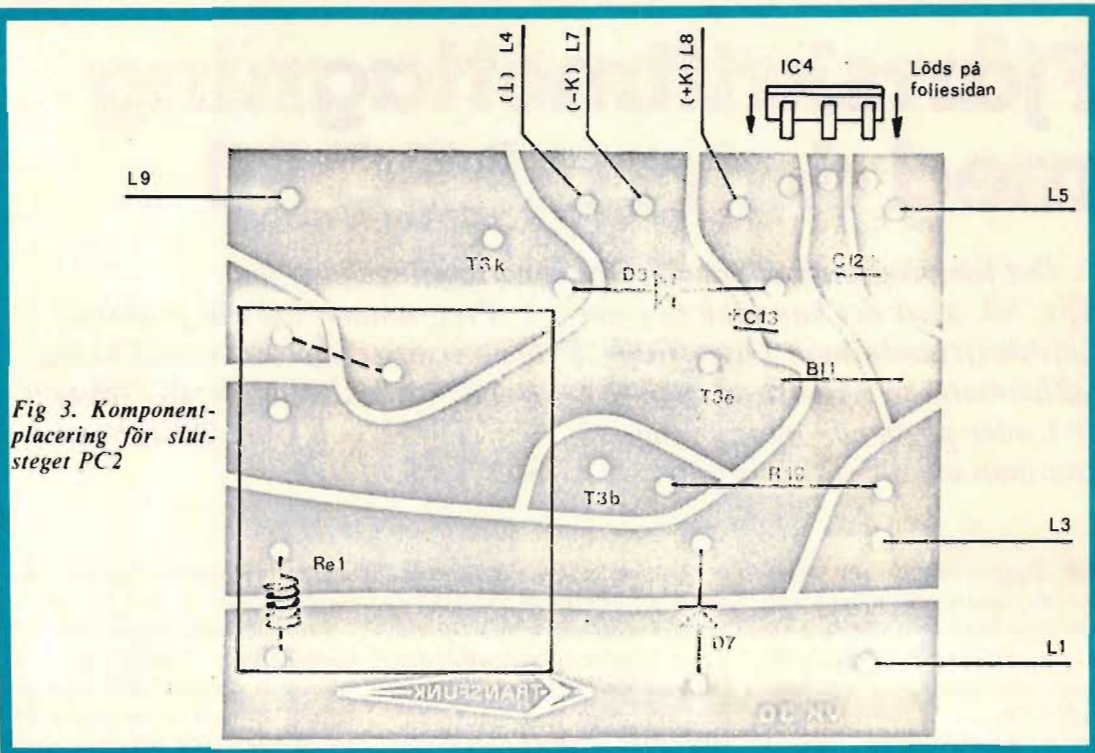

Fig 3. Komponent-placering för slutsteget PC2
► **Slutstegskortet PC 2** monterar enligt fig 3. Borra hålet för T 3k till diametern 3,2 mm, hålen T 3b och T 3e till diametern 2,2 mm samt hålen för L 9 och L 7 till 3,2 mm.